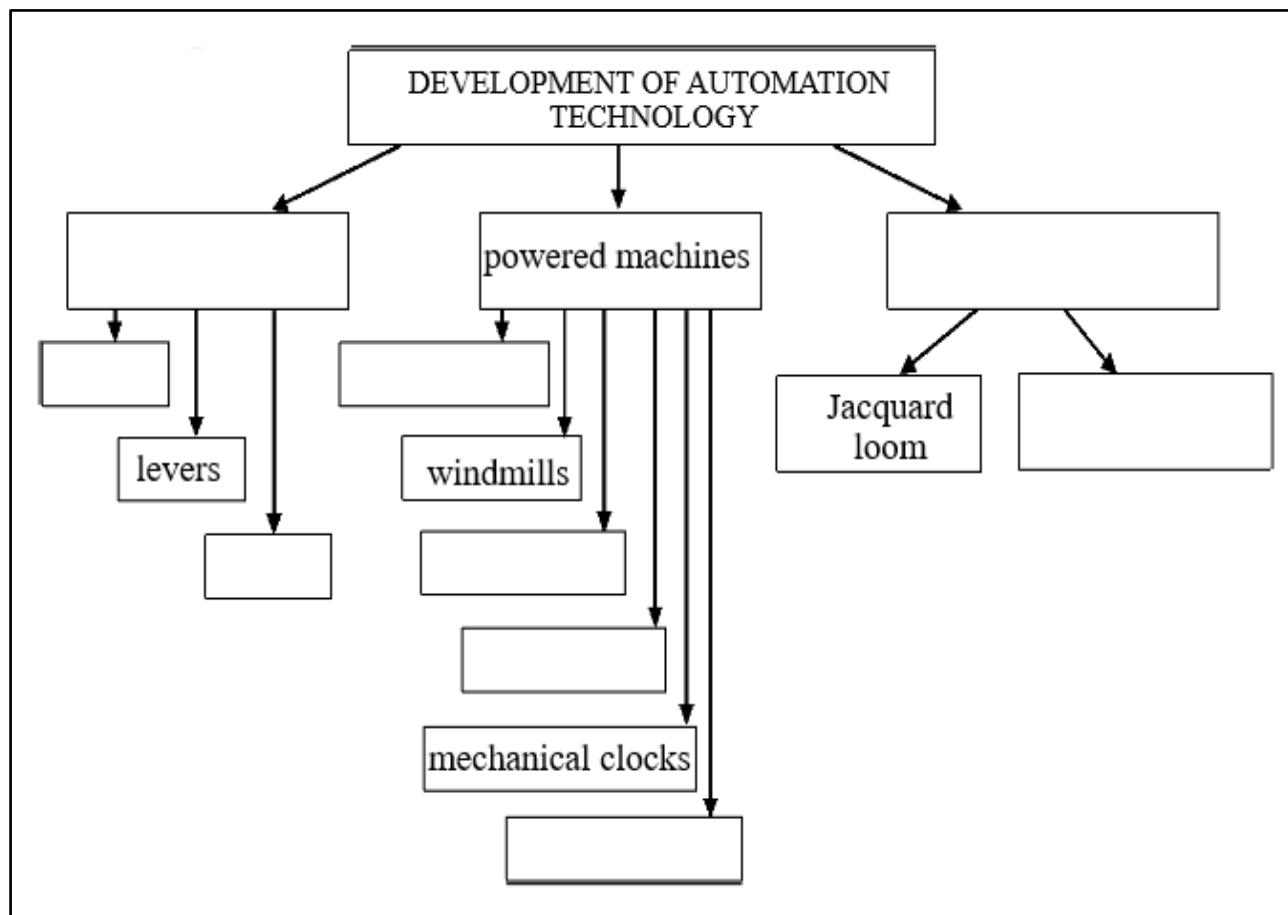

Рис. 1.1. Схема-спайдограмма развития автоматизированного производства
8. Заполните пустые ячейки на рис. 1.1, используя информацию из текста:
9. Расскажите, что вы узнали об истории развития автоматизированного производства, используя план из упражнения 6 Unit 1 и сведения из рис. 1.1.